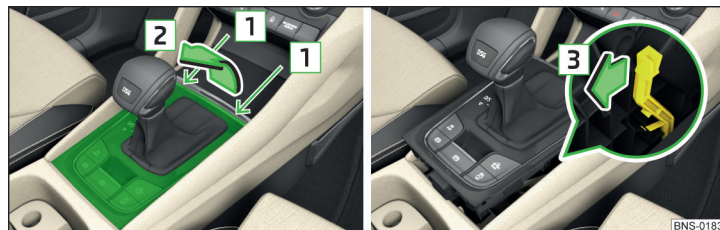

Fig. 360 Soltar la tapa / desbloquear la palanca selectora
- Introduzca un destornillador plano o una herramienta similar en la ranura en el área de la flecha **1** » fig. 360 y suelte con cuidado la tapa en el sentido de la flecha **2**.